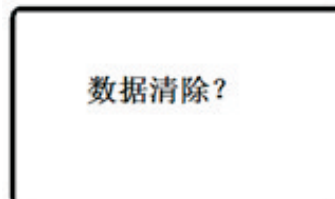

图16
- 在轮显状态下，同时按【递增】和【返回】键，输入密码（默认密码:0000），密码验证通过，进入数据清除界面，如图16所示，按【菜单】键，清除全部数据并返回主菜单。若按【返回】键，则放弃清除数据返回主菜单。